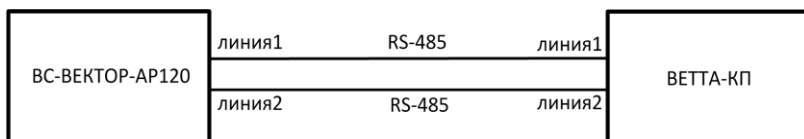

Рис.6 Подключение к системе «ВЕТТА-2020» по двум линиям связи и резервирования канала связи
3) В приборе «ВС-ВЕКТОР-АР120» при конфигурировании может быть включен режим выполнения прибором функций ПОО СПИ (см. ниже), после чего прибор может быть подключен к системе «ВЕТТА-2020» по двум линиям связи RS-485 с использованием двух портов RS-486 и резервированием канала связи (Рис.6). С целью увеличения дальности связи и для использования беспроводной связи в линию 1 и в линию 2 могут быть включены устройства «ВЕТТА-МР» и «ВЕТТА-МР».